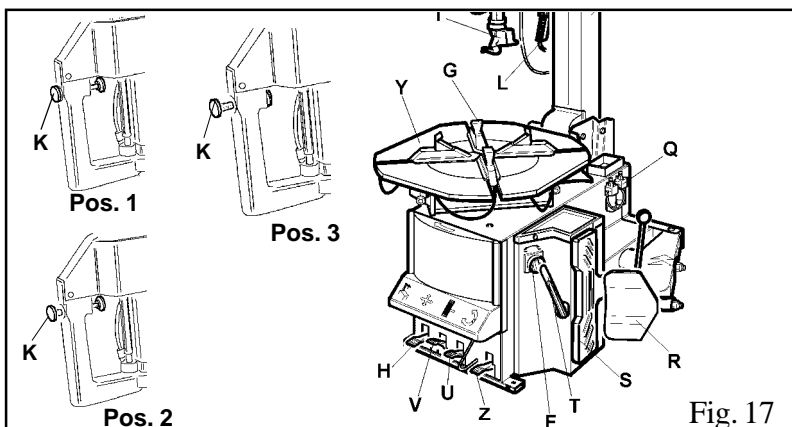

Fig. 17
- Mantenendo la leva in questa posizione, far ruotare il piatto autocentrante (Y) in senso orario tenendo premuto il pedale (Z) fino alla completa fuoriuscita del pneumatico dal cerchio. (Fig. 17)
- Per togliere l'eventuale camera d'aria, senza sbloccare il braccio operante, ribaltare il palo (P) spingendo il pedale (H).